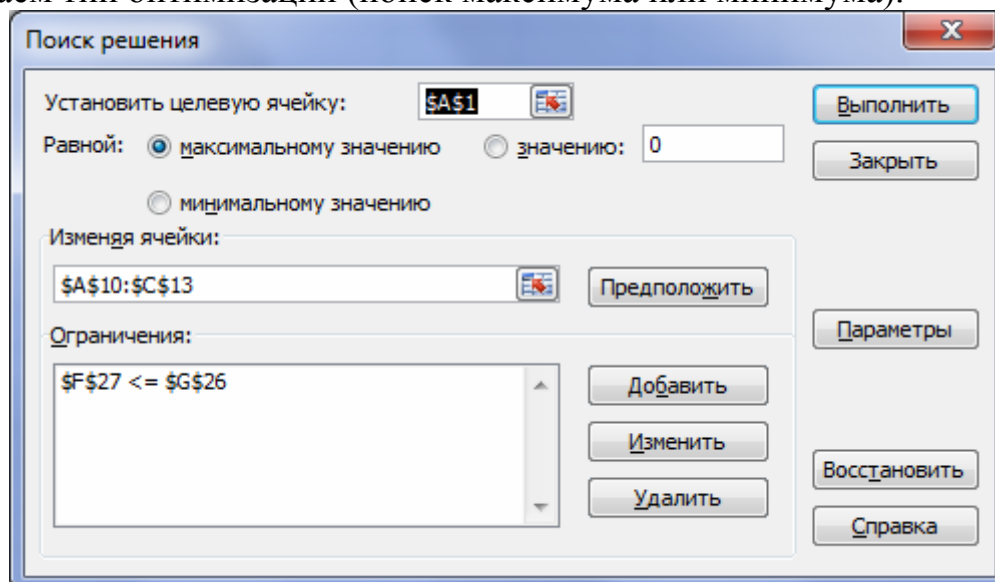

Рисунок 8.2 – Диалоговое окно «Поиск решения»
4. Открываем диалоговое окно *Поиск решения* (рисунок 8.2).